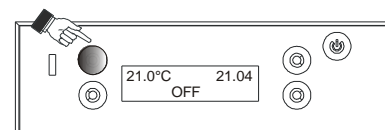

Figure 14 – Fonction "Nettoyage"
- **Activer la fonction "NETTOYAGE"** – avec le poêle éteint, appuyer pendant 2 secondes sur la touche du tableau de commandes, mise en évidence sur la figure 14. Cette procédure active le ventilateur d'aspiration des fumées au maximum, afin d'expulser la suie que nous déplaçons pendant le nettoyage de l'échangeur.
- **Désactiver la fonction "NETTOYAGE"** en appuyant de nouveau sur la touche du tableau de commandes, mise en évidence sur la figure 14.